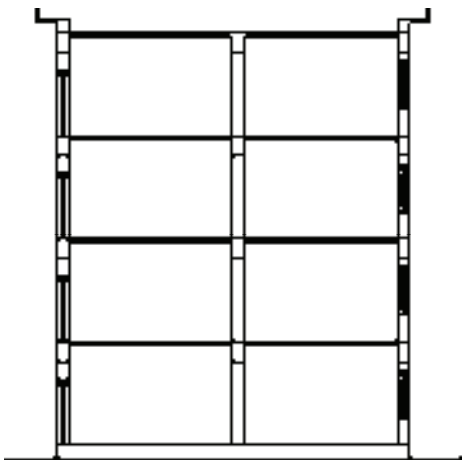

图 12-81 打开素材
1) 按〈Ctrl+O〉组合键，打开配套光盘提供的“第 12 章/12.4.1 剖面填充.dwg”素材文件，如图 12-81 所示。